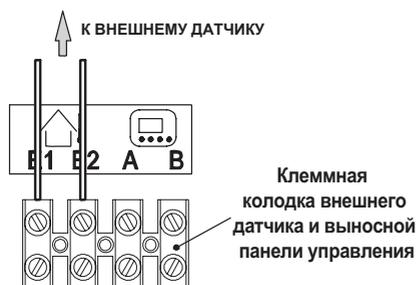

Рисунок 5.23
- Вставьте в зажимы E1 и E2 клеммной колодки два провода (см. Рисунок 5.23).